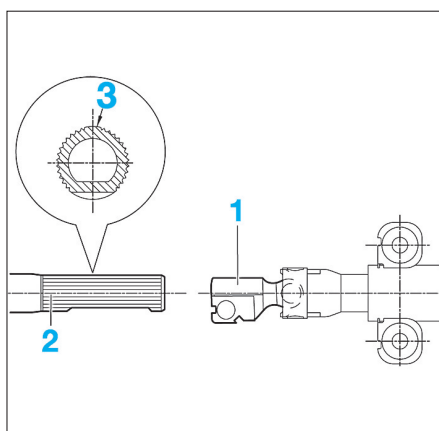

FIG. 8
- accoupler le joint de cardan (1) de la colonne de direction sur les cannelures de l'arbre (2) (Fig.8),